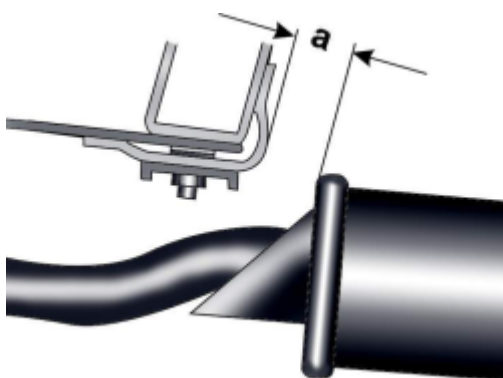

Рис. 5.3–15. Измерение расстояния между центральным глушителем и поперечной балкой:  $a = (19 \pm 3)$  мм
**Рис. 5.3–13. Система выпуска отработавших газов автомобилей с дизельными двигателями:** 1 – подвеска; 2 – кронштейн; 3 – болт, 25 Н·м; 4 – каталитический нейтрализатор; 5 – гайка, 25 Н·м; 6 – прокладка; 7 – болт, 25 Н·м; 8 – приемная выхлопная труба; 9 – прокладка; 10 – колено выпускного коллектора; 11 – гайка, 25 Н·м; 12 – приемная выхлопная труба с каталитическим нейтрализатором; 13 – передний хомут; 14 – гайка, 40 Н·м; 15 – гайка, 25 Н·м; 16 – кронштейн; 17 – подвеска; 18 – задний глушитель; 19 – задний хомут; 20 – гайка, 40 Н·м; 21 – гайка, 25 Н·м; 22 – подвеска; 23 – центральный глушитель
Рис. 5.3–14. Система выпуска отработавших газов автомобилей с дизельными двигателями, двумя каталитическими нейтрализаторами и турбокомпрессором: 1 – подвеска; 2 – кронштейн; 3 – болт, 25 Н·м; 4 – каталитический нейтрализатор; 5 – гайка, 25 Н·м; 6 – прокладка; 7 – болт, 25 Н·м; 8 – приемная выхлопная труба; 9 – прокладка; 10 – первичный нейтрализатор; 11 – гайка, 25 Н·м; 12 – фланец турбокомпрессора; 13 – гайка, 25 Н·м; 14 – приемная выхлопная труба с каталитическим нейтрализатором; 15 – передний хомут; 16 – гайка, 40 Н·м; 17 – гайка, 40 Н·м; 18 – кронштейн; 19 – подвеска; 20 – задний глушитель; 21 – задний хомут; 22 – гайка, 40 Н·м; 23 – гайка, 25 Н·м; 24 – установка (подвеска); 25 – центральный глушитель
При установке системы выпуска отработавших газов расстояние между центральным глушителем и поперечной балкой в свободном состоянии должно составлять  $(19 \pm 3)$  мм (рис. 5.3–15).
Рис. 5.3–16. Элементы подвески выхлопной трубы к элементам кузова на переднеприводных автомобилях с механической коробкой передач: 1 – болт, 25 Н·м; 2 – кронштейн; 3 – самоконтрящаяся гайка, 25 Н·м; 4 – болты, 25 Н·м; 5 – втулка; 6 – болт, 25 Н·м; 7 – пластина; 8 – пружина; 9 – буфер; 10 – серьга; 11 – втулка
На переднеприводных и полноприводных автомобилях применены отличающиеся по конструкции подвески выхлопной трубы к элементам кузова (рис. 5.3–16, 5.3–17, 5.3–18).
Рис. 5.3–17. Элементы подвески выхлопной трубы к элементам кузова на переднеприводных автомобилях с автоматической коробкой передач: 1 – болт, 25 Н·м; 2 – шайбы; 3 – кронштейн; 4 – болт, 25 Н·м; 5 – втулка; 6 – буфер; 7 – серьга, 8 – самоконтрящаяся гайка, 25 Н·м; 9 – болт, 25 Н·м; 10 – пластина; 11 – пружина; 12 – втулка
Рис. 5.3–18. Элементы подвески выхлопной трубы к элементам кузова на полноприводных автомобилях с автоматической коробкой передач: 1 – болт, 25 Н·м; 2 – самоконтрящаяся гайка, 25 Н·м; 3 – кронштейн; 4 – болт, 25 Н·м; 5 – болт, 25 Н·м; 6 – втулка; 7 – втулка; 8 – буфер; 9 – серьга; 10 – пружина; 11 – шайба